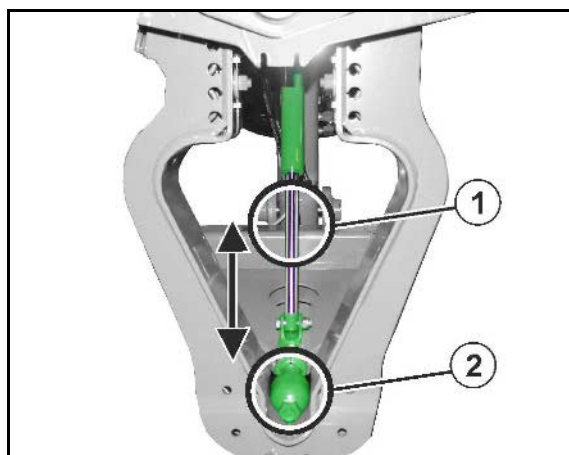

Fig. 95
| | (9) Bomarmatur, se Fig. 95. |